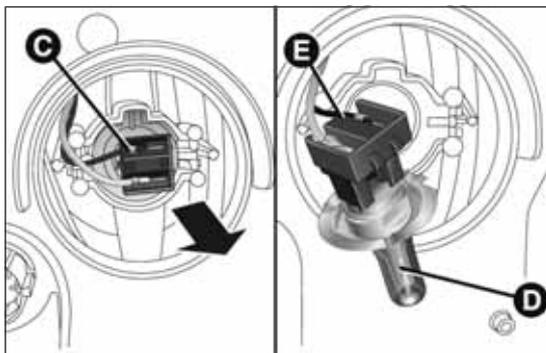

fig. 173
- quitar el grupo conector + portalámparas C fig. 173 extrayéndolo hacia el exterior;